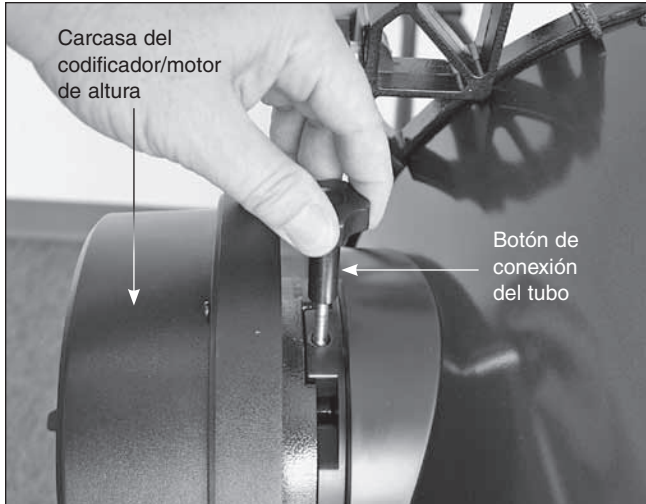

Figura 19. Sujete el tubo a la base con el botón de conexión del tubo.
3. A continuación, inserte y apriete el botón de conexión del tubo para sujetar el tubo en su sitio (**figura 19**).